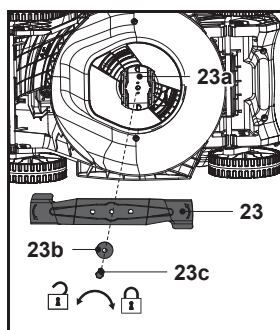

Fig. 20
5. Sustituya la cuchilla (23) por una nueva del mismo tipo. Observe primero el husillo para comprobar en qué estado se encuentra el soporte de la cuchilla (23a) y luego coloque la cuchilla (23) en su soporte (23a) alineándola con las marcas de este (23a). Fije el conjunto con la arandela plana (23b) y el perno de montaje (23c), y apriete a mano.
6. Sujete firmemente la cuchilla (23) con las manos protegidas con guantes de alta resistencia o un palo de madera y apriete el perno de montaje (23c) girándolo hacia la derecha a un par de 25-35 Nm para garantizar el funcionamiento seguro de la máquina (Fig. 20).